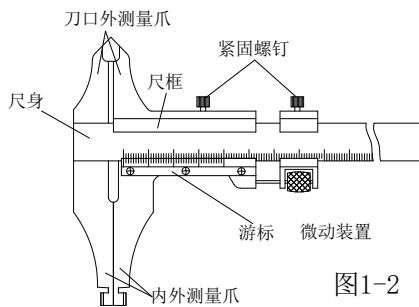

图1-2
(2) 双面卡尺的上量爪为刀口形外量爪，下量爪为内外量爪，可测内外尺寸（图 1-2）。